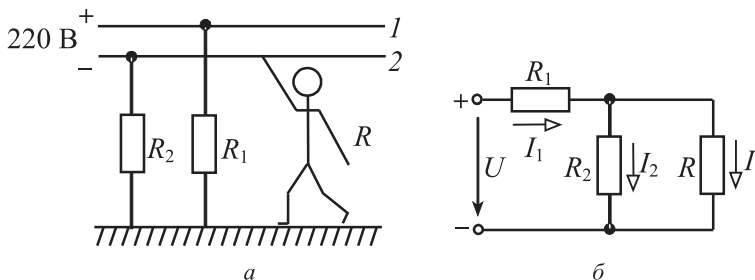

Рис. 1.8
**Задача 1.14.** Определить ток, проходящий через тело человека, который коснулся оголенного провода незаземленной двухпроводной ЛЭП постоянного тока (рис. 1.8, а), если:
Решение. 1. Расчетная схема представляет собой смешанное соединение сопротивлений (рис. 1.8, б), и ток, проходящий через тело человека, определяется выражением